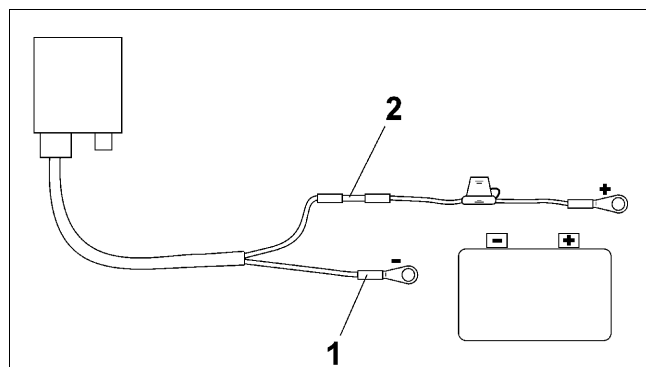

Fig. 4
- Den blå kabeln (jord) ansluts till ringstycket (Fig. 4/1).
- Den bruna kabeln (+ 12 Volt) skjuts in i hylsan (Fig. 4/2).
- Värm upp hylsan (Fig. 4/2) med värmepistol eller liknande tills limmet kommer ut.